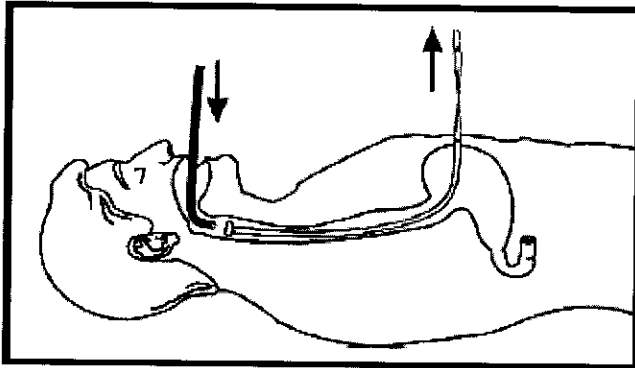

Figura 6
- Mientras agarra ambos ramales del extremo proximal del cable de inserción, tire de la sonda para GEP de modo que atravesase el lugar de incisión (figura 6).